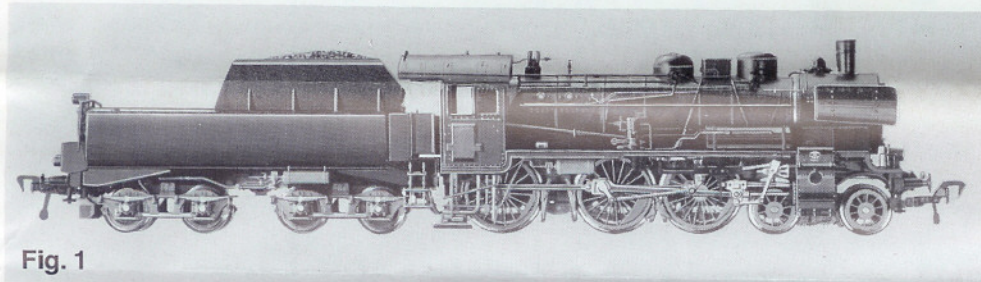

Fig. 1
Von 1906—1923 wurden insgesamt 3956 Stück Personenzug-Lokomotiven der Gattung P8 von verschiedenen deutschen Herstellern an die Preußische Staatsbahn (KPEV) und andere europäische Länderbahnen geliefert. Die Deutsche Reichsbahngesellschaft (DRG) ordnete sie unter der Bezeichnung BR 38¹⁰⁻⁴⁰ in ihren Bestand ein. Als Bauart 2'C h2 hatte die Lok eine Reibungslast von 51,6 Mp und konnte bei einer Leistung von 1180 PSI die Höchstgeschwindigkeit von 100 km/h fahren. Bei der Deutschen Bundesbahn (DB) wurden einige Loks mit Wannentender der Bauart 2'2'T30 ausgerüstet. Nach erneuter Ummumerierung in BR 038 musterte die Deutsche Bundesbahn (DB) die letzte Lok (038 772-0) im Jahr 1974 aus. Einige Loks sind als Museums- oder Privatbahnloks bis heute erhalten (Fig. 1).
Between 1906 and 1923 a grand total of 3956 passenger service locomotives of the P8 type were delivered to the Prussian State Railways (KPEV) and other European railway companies, from various German manufacturers. The Deutsche Reichsbahn (DRG) listed them under class BR 38¹⁰⁻⁴⁰ whilst in their service. Built as a type 2'C h2 these locos had a working pressure of 51.6 Mp, and developing power of 1180 HP could run at a top speed of 100 km/h. The Deutsche Bundesbahn (DB) fitted a few of the class with tub tender of the type 2'2'T30. Under their new classification as BR 038, the German Federal Railways (DB) took the last loco (038 772-0) out of service in 1974. A few locos are still preserved today on private lines or as museum pieces (fig. 1).
Entre les années 1906 et 1923 plusieurs usines allemandes construisirent, pour les chemins de fer prussiens (KPEV) et pour d'autres réseaux européens, un total de 3956 locomotives du type P8, pour trains de voyageurs. La Deutsche Reichsbahn (DRG) leur donna la numérotation BR 38¹⁰⁻⁴⁰. De type 2'C h2, cette locomotive avait une puissance de 1180 HP et une vitesse maximum de 100 km/h. La Deutsche Bundesbahn (DB) a modifié quelques-unes de ces locomotives en les équipant d'un tender semi-cylindrique du type 2'2'T30. La Deutsche Bundesbahn (DB) lui donna la numérotation BR 038 et la dernière 038 772-0 fut retirée du service en 1974. Il en reste quelques exemplaires dans des musées ou sur des lignes de chemin de fer privées (fig. 1).
Van 1906—1923 werden er in totaal 3956 persontrein-locomotieven van het type P8 door verschillende Duitse fabrikanten aan de Preussische Staatsbahn (KPEV) en aan andere Europese spoorwegen geleverd. Bij de Deutsche Reichsbahngesellschaft (DRG) reden de locomotieven onder de nummers BR 38¹⁰⁻⁴⁰. Als bouwserie 2'C h2 had de loc een wrijvingslast van 51,6 Mp en kon met een vermogen van 1180 PSI een maximumsnelheid van 100 km per uur bereiken. Bij de Deutsche Bundesbahn (DB) zijn enkele van deze locs later uitgerust met een kuptender (uitvoering 2'2'T30). Na de gewijzigde nummering in BR 038 hebben deze locomotieven nog tot en met 1974 dienst gedaan bij de Deutsche Bundesbahn (DB), de laatste loc was de 038 772-0. Enkele locs zijn als museum- of als lokaal baanloc bewaard gebleven (fig. 1).
Van 1906—1923 levererades totalt 3956 stycken persontåglokomotiv i utförandet P8 från olika tyska tillverkare till den eussiska statsjärnvägen (KPEV) och andra europeiska statsjärnvägar. Den tyska riksjärnvägen (DRG) inordnade dem under beteckningen BR 38¹⁰⁻⁴⁰ i sitt lokbestånd. Som typ 2'C h2 hade loket en tågkraft av 51,6 Mp och kunde uppnå en max. hastighet av 100 km/h vid en effekt av 1180 hk. Hos Deutschen Bundesbahn (DB) utrustades några lok med kartender till 2'T30. Efter förnyad omnumrering till litt. 038 togs det sista loket (038 772-0) ur trafik år 1974 hos de tyska förbundsjärnvägarna (DB). Några lok bibehålles fortfarande på museum eller på privatbanor (fig. 1).
Il 1906 al 1923 diverse fabbriche tedesche fornirono le ferrovie prussiane (KPEV) ed altre ferrovie europee di 3956 locomotive, tipo P8, per l'impiego di treni passeggeri. Le ferrovie dell'ex DRG classificarono queste locomotive BR 38¹⁰⁻⁴⁰. Questa locomotiva costruita con il sistema 2'C h2 presentava una forza di attrito di 51,6 tonnellate, raggiungendo con i suoi 1180 HP di potenza; una velocità massima di 100 km/h. Le ferrovie tedesche (DB) dotarono alcune di queste locomotive di un tender a sca del tipo di costruzione 2'2'T30. Dopo un ulteriore cambiamento di matricola BR 038, le ferrovie federali tedesche (DB) rano infine posto fuori servizio l'ultima locomotiva (038 772-0) nell'anno 1974. Alcune di queste locomotive esistono ancora oggi nei musei oppure come locomotive di ferrovie private (fig. 1).